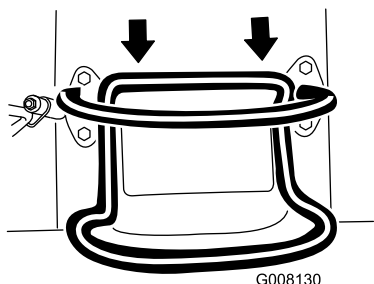

Figura 9
- Para desplazarse hacia atrás, mueva el control de tracción hacia atrás (Figura 9).